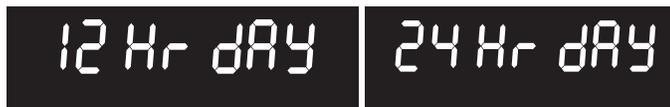

Figure 16 : Réglages pour une journée de 12 h **< dAY >** ou de 24 h **< dAY >**
2. Appuyer sur **< Self Clean >** (autonettoyage) pour basculer du mode d'affichage de **12 h** vers celui de **24 h** (Figure 16).